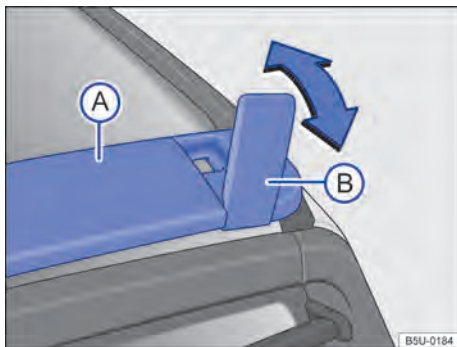

Fig. 152 No teto: travessa e suporte articulado.
Utilizar somente a travessa do teto → Fig. 152 (A) e os suportes articulados (B) como apoio para fixar os objetos com maior altura ou que não possam ser acomodados totalmente no assoalho do compartimento de carga → ⚠️.